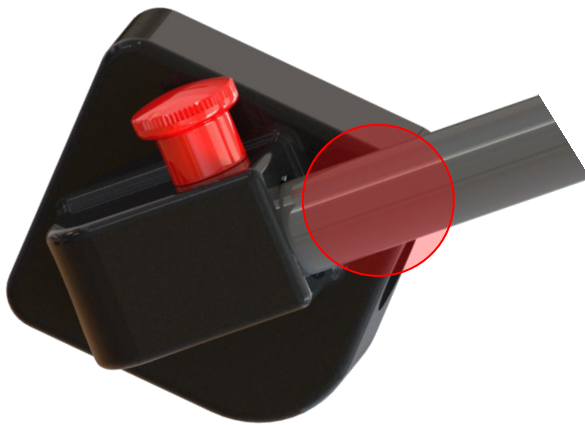

Abbildung 9: Tasche der Klemmung
2. Greifen Sie den Griffbügel an seinen beiden Enden oberhalb der Klemmung (Abbildung 9, rot umkreist). Ziehen Sie den Bügel beidseitig und gleichmäßig heraus.
1. Greifen Sie den Bügel beidseitig an den Enden, oberhalb der Klemmung (Abbildung 9, rot umkreist).